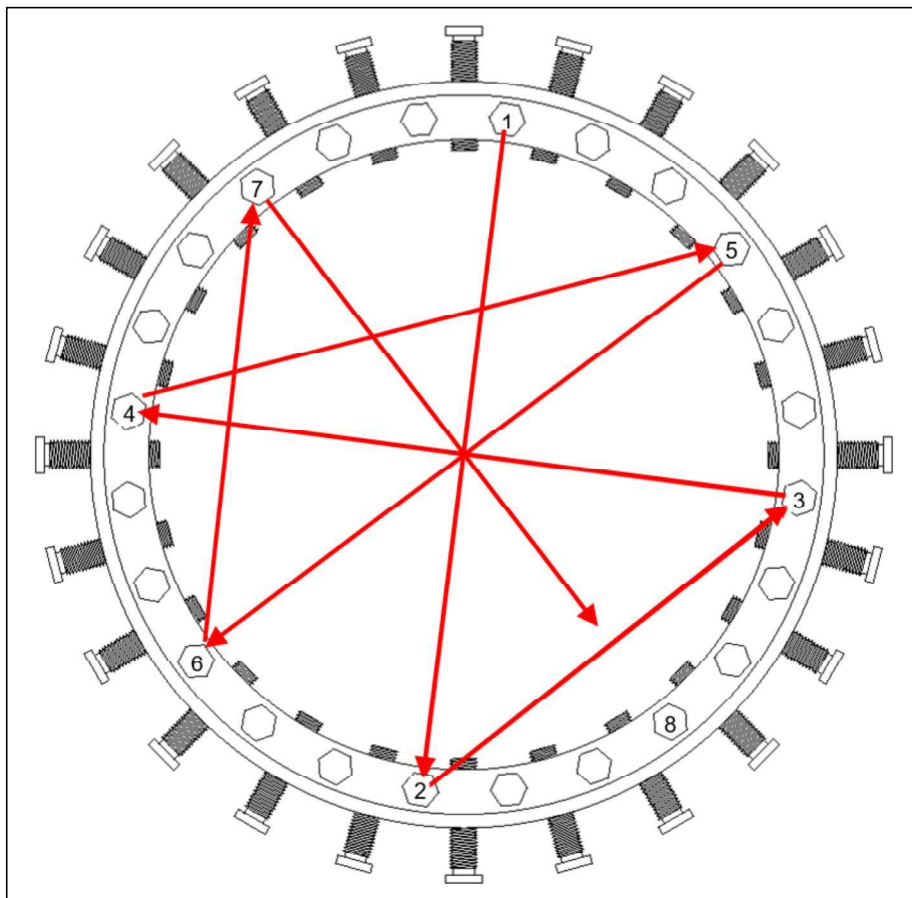
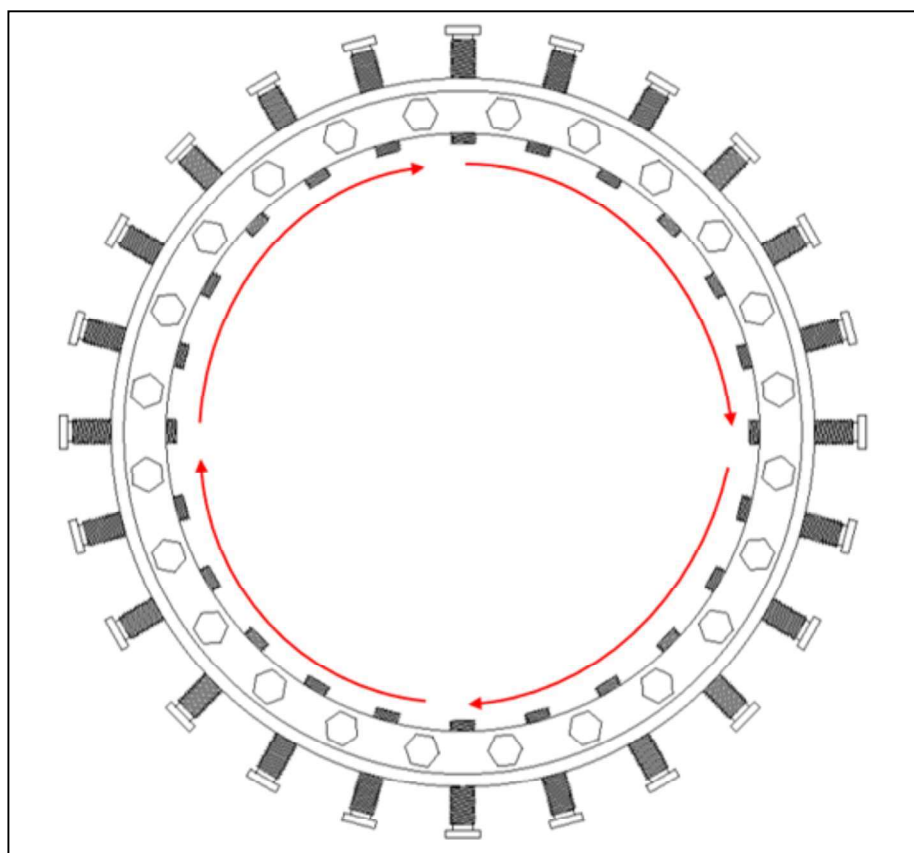

Figura 7
Figura 8
9. Apriete los tornillos de empuje uno a la vez en una secuencia repetida de estrella entrecruzada que coincida con la Figura 7. La primera vez a través de la secuencia, apriete los tornillos al 25% del par de apriete mínimo. La segunda vez, apriete los tornillos al 50% del par de apriete. La tercera vez, apriete los tornillos al 100% del par de apriete. A continuación, siga una secuencia de apriete circular que coincida con la Figura 8, con un par de apriete del 100%, hasta que los tornillos de empuje no puedan seguir girando.